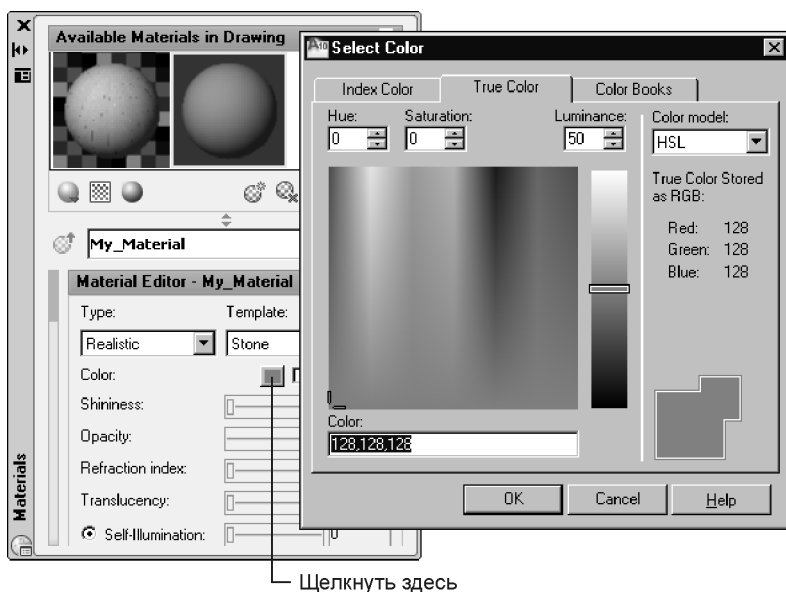

Рис. 13.7. Диалоговое окно Select Color
6. Щелкните левой кнопкой мыши на цветном прямоугольнике **Color** (Цвет) и в появившемся диалоговом окне **Select Color** (Выбор цвета) (рис. 13.7) выберите цвет, который будет появляться на гранях, освещенных рассеянным светом. Если в этой же строке установить флажок **By Object** (По объекту), то будет использоваться цвет объекта, к которому применяется материал.